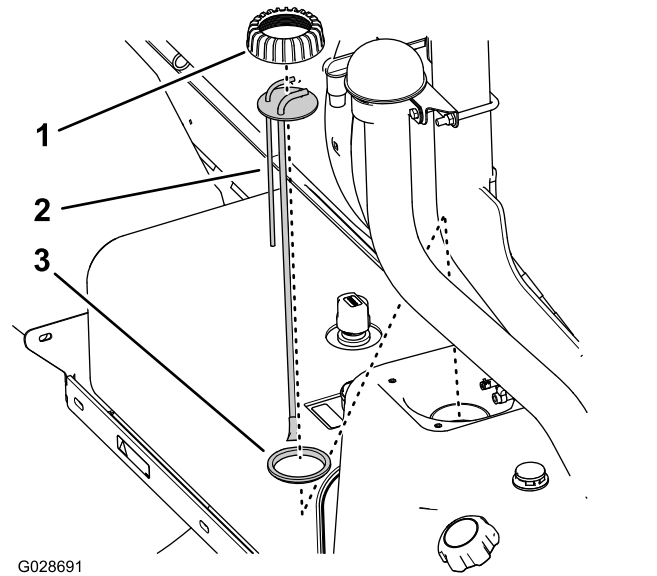

Figura 83
5. Retire el tapón del conjunto de tuberías de combustible/aforador en sentido antihorario, y retire el tapón (Figura 83).
6. Retire el conjunto de tuberías de combustible/aforador del depósito de combustible (Figura 83).
1. Coloque el tapón del conjunto de tuberías de combustible sobre las tuberías, y monte el conjunto de tuberías sobre la junta (Figura 83).
de tuberías de combustible con cuidado en el depósito de combustible (Figura 83).
3. Enrosque el tapón en el cuello del depósito de combustible y apriételo a mano (Figura 83).